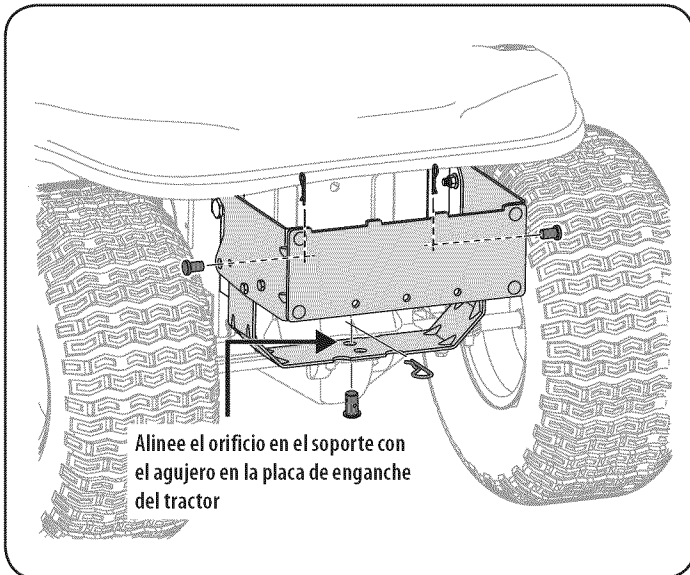

Figure 6
2. Instale el pasador de horquilla (711-0309A) del paquete de tornillería 689-00319 en el enganche del tractor y de la Asamblea el apoyo y asegurando con una abrazadera de horquilla (714-0117). Vea la Figure 6.